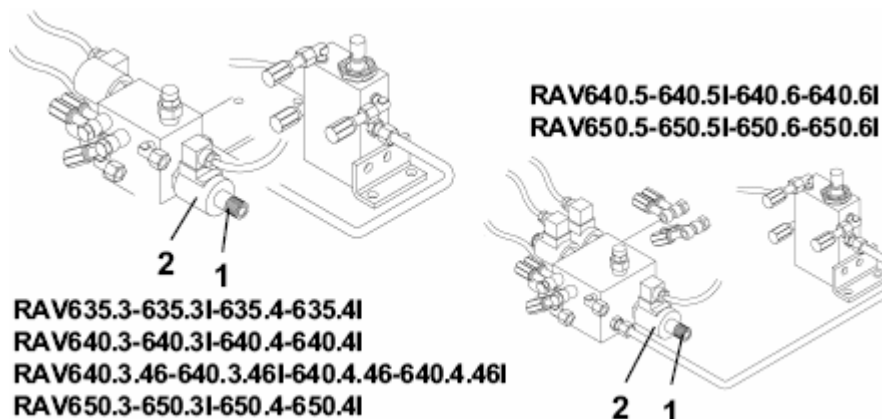

Рис. 39
- Открутите круглую гайку (1 Рис. 39) с электромагнитного клапана; снимите соленоид (2), затем закрутите круглую гайку (1) обратно.